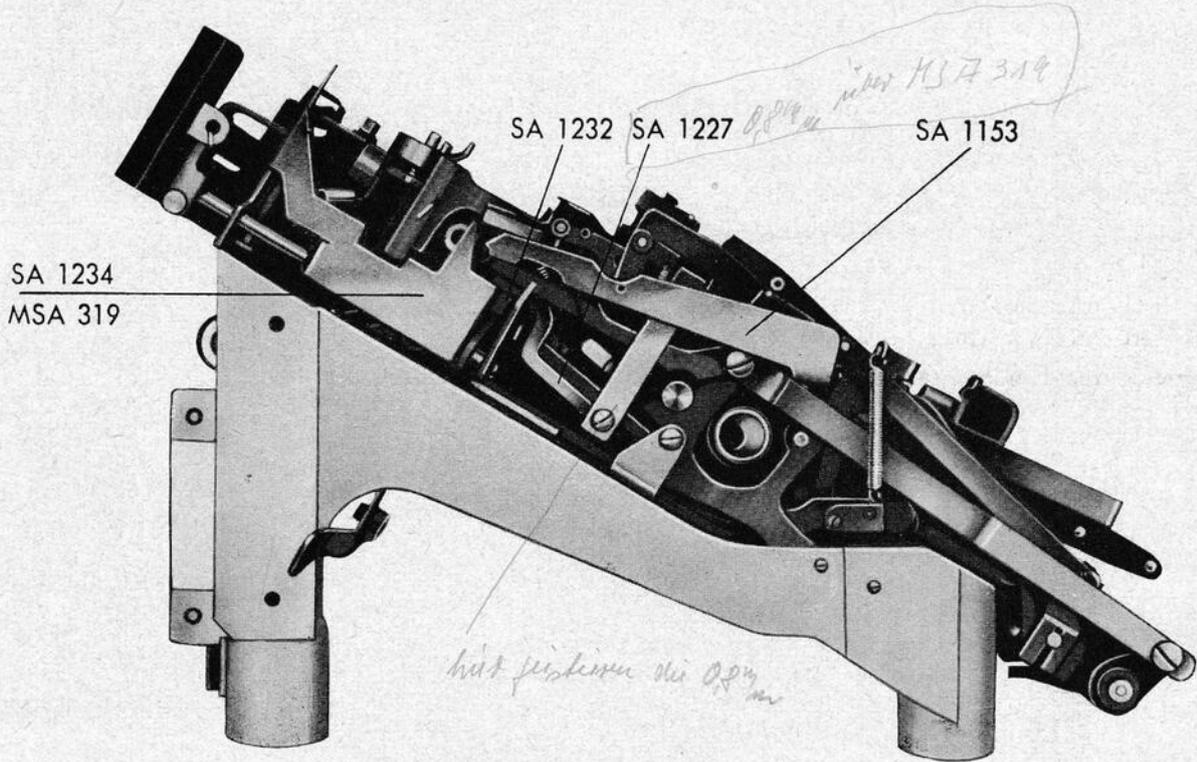
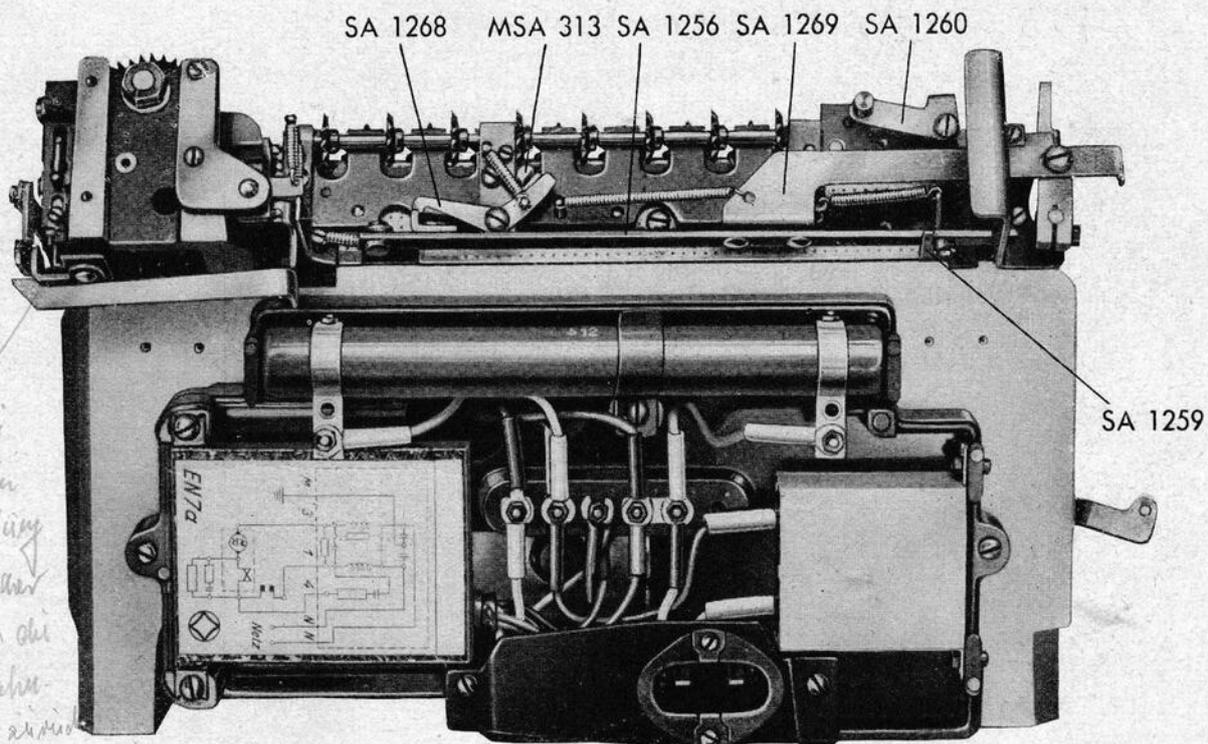
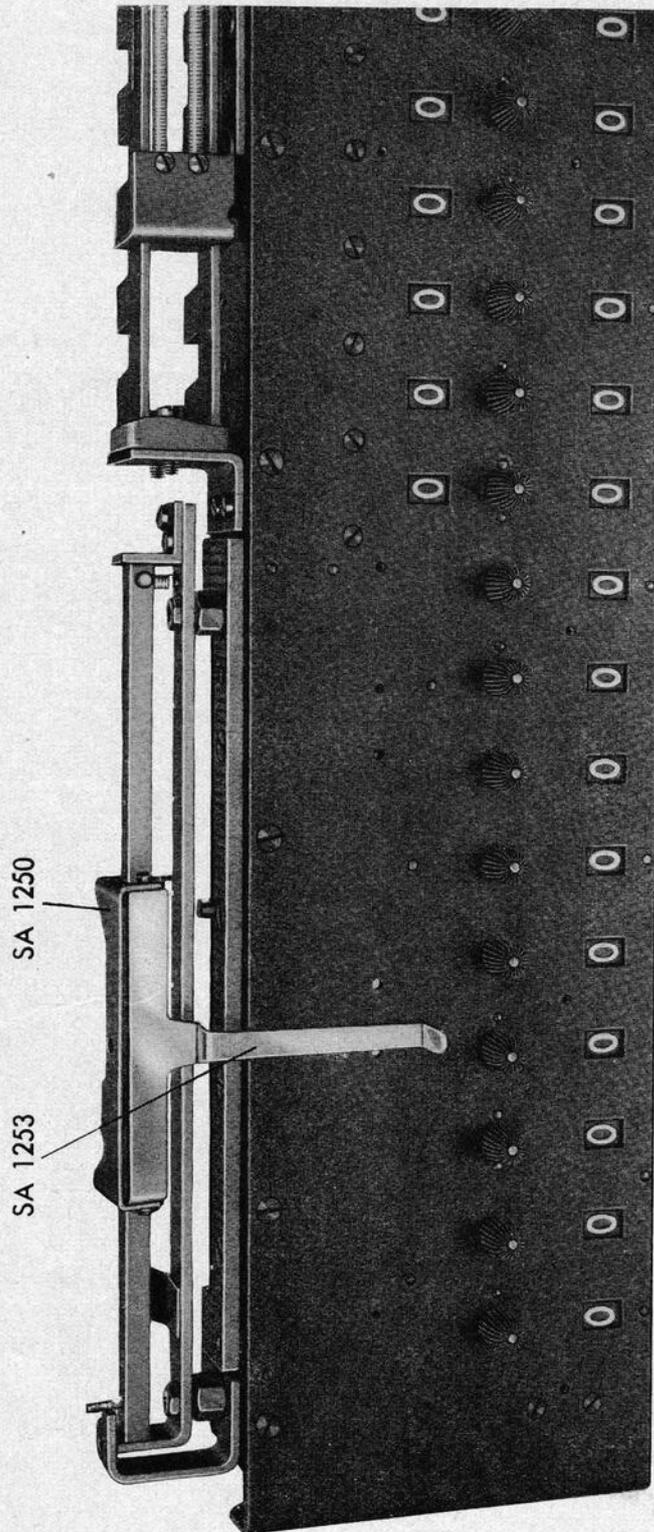

Abb. 10a
Abb. 14
Abb. 15
Der mit dem Multiplikationshebel in Verbindung stehende Rasthebel SA 1153 (Abb. 9 und 10a) wird gehoben und nimmt hierbei den auf einer Achse befestigten Hebel SA 1227 mit. Durch die Drehbewegung dieser Achse wird der Auslösehebel R 751 für die Motorkupplung nach oben geschwenkt und dadurch das Schließen des Motorkontaktes MK 304 (siehe Schaltbild) und die Freigabe der Kuppelungsklinke bewirkt. Auf der letzten Wegstrecke des Multiplikationstastendruckes setzt sich der Rasthebel SA 1153 auf die Nase des durch das Vorspringen des Stellstückwagens MSA 308 ausgelösten Schiebers SA 1132 (Abb. 5 a) und wird von diesem festgehalten. Außerdem wird — bei eingeschaltetem Wagenrücklauf — der obenerwähnte Hebel SA 1227 von dem seitlichen Schwenkbügel SA 1234 arretiert (Abb. 10a).
Bei Schaltstellung des Hebelgestänges MSA 418 nach oben (automatischer Wagenrücklauf), ist die Klappe MSA 319 frei (Abb. 9). Beim Drücken der Multiplikations- oder Minusmultiplikationstaste wird der Hebel SA 1227 (Abb. 10a) so angehoben, daß sich die Klappe MSA 319 unter denselben schwenkt und ihn in dieser Stellung festhält. Mit der Schwenkbewegung der Klappe MSA 319 wird auch der Sperrhebel SA 1229 für Differentialschieber so nach vorn bewegt, daß er sich zwischen die Seitenwand SA 1001 (Abb. 5a) und den Stift des Differentialschalthebels SA 1201 setzt (Abb. 13).
Der auferastete Kontakthebel SA 1227 (Abb. 10a) hält den Kontakt geschlossen und durch den Motorantrieb wird der Wagenrücklauf durchgeführt. Beim Transport des Zählwerks in die letzte Stelle wird die Klappe MSA 319 (Abb. 9) verschwenkt, der Halthebel SA 1229 gibt den Stift des Differential-schalthebels SA 1201 frei, wodurch die Differentialschaltung in ihre Ausgangsstellung geht. Der Kon-takthebel SA 1227 (Abb. 10a) fällt von der Auflage der Klappe MSA 319 ab und der Motor bleibt stehen.
Bei Schaltung des Hebelgestänges MSA 418 (Abb. 5a) nach unten, schwenkt der Zwischenhebel SA 1153 (Abb. 9) hinter die Klappe MSA 319 (Abb. 10a) und verhindert ein Verschwenken derselben, so daß nach erfolgtem Multiplikationsvorgang kein Zählwerkrücklauf erfolgen kann.
2. Durch die Stange SA 1259 (Abb. 14) wird die Schaltstange SA 1256 verschoben und das Umdrehungszählwerk ausgekuppelt. Ein auf der Schaltstange befestigter Winkel verschiebt sich ebenfalls und wird von der Halteklinke SA 1268 in ausgekuppelter Stellung festgehalten. Die Stange SA 1259 wird durch den Rollenhebel SA 1260 verriegelt.
3. Mit der Bewegung der Schaltstange SA 1256 wird auch mittels Hebel SA 1269 die Schaltachse der Klappe MSA 319 mit der Klinke SA 1232 (Abb. 10a) so verschwenkt, daß sich der Hebel SA 1227 auf die Klinke SA 1232 setzen kann.
Die Maschine löscht nun die Werte. Automatisch setzt dann der Wagentransport nach rechts ein. An einer bestimmten Stelle des Zählwerks wird durch Tabulatorauslösung am Bügel SA 1250 (Abb. 15) der Rollenhebel SA 1260 (Abb. 14) nach unten gedrückt und löst die eingerastete Schaltstange SA 1259 aus. Dadurch wird die Div.-Vor-Taste SA 1413 — (7 Abb. 1) — frei, geht nach oben und schaltet gleichzeitig die Differentialschaltung auf Zähltrieb um. Die Maschine überträgt den im Tastenfeld eingestellten Wert in das Zählwerk als Dividenden. Dabei wird durch Drehbewegung der verlängerten Achse MSA 313 (Abb. 14) die Halteklinke SA 1268 ausgelöst, das Kupplungsgestänge für das Umdrehungszählwerk wird frei und die Kupplung kann wieder einrasten. Beim Zurückgehen der Schaltstange SA 1259 (Abb. 14) wird durch den Hebel SA 1269 (Abb. 9) die Schaltung mit der Klinke SA 1232 verschwenkt und der Kupplungshebel SA 1227 (Abb. 10a) in seine Ausgangsstellung zurückbewegt. Am Ende des Drehungsweges der Antriebsachse wird der Gesamtauslösemechanismus des Tastenfeldes betätigt und alle Tasten werden in Nullstellung gebracht, die Maschine kommt zum Stillstand.